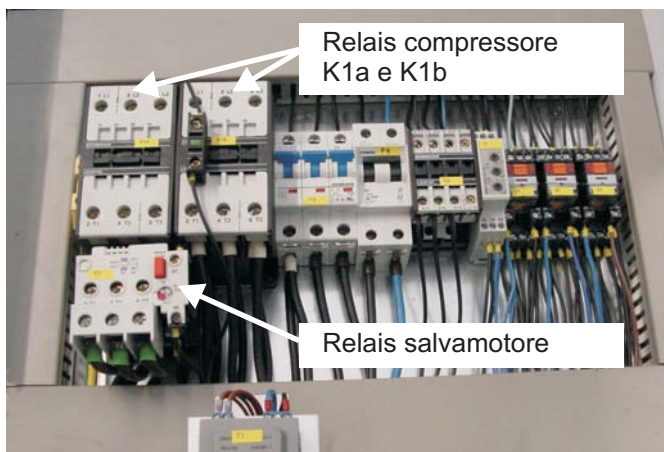

Figura 4: relais salvamotore e relais del compressore
**2)** Rimuovere i ponti metallici presenti nel circuito corrente principale (figura 4) e applicare sull'estremità del cavetto una semplice capicorda.